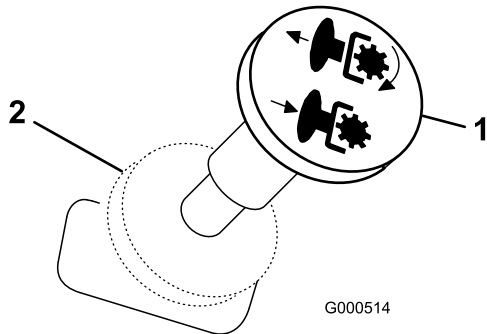

Figure 8
3. Désengagez les lames en plaçant la commande des lames en position Désengagée (Figure 8).
2. Désengagez les lames en plaçant la commande des lames en position désengagée (Figure 8).